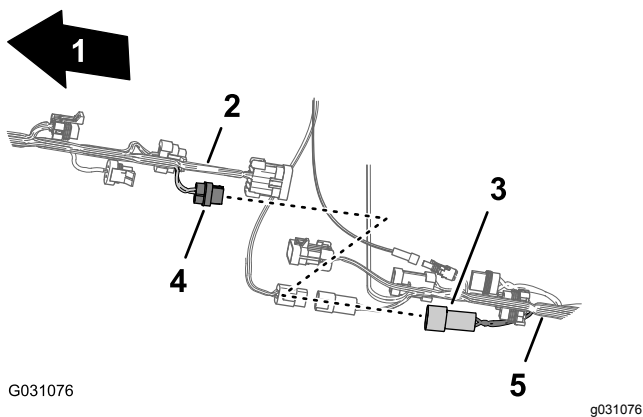

Bild 90
4. Stecken Sie den 2-Stift-Stecker des vorderen Kabelbaums für die Spülpumpe in den 2-Buchsen-Stecker des hinteren Kabelbaums für die Spülpumpe (Bild 90).